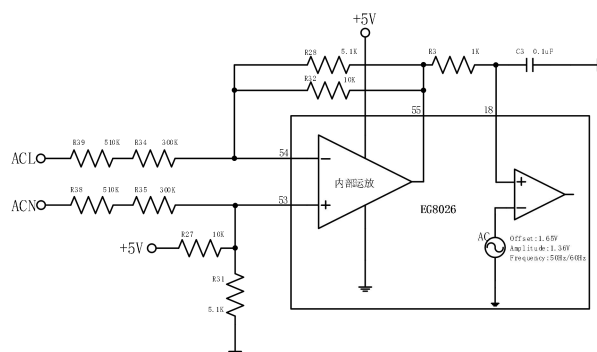
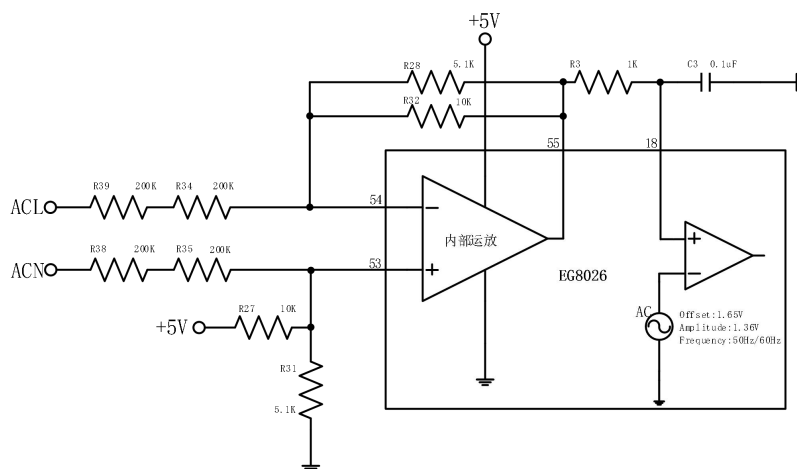

图 8.5a 用于交流 230V 输出电压的反馈原理图
图 8.5b 用于交流 120V 输出电压的反馈原理图
作 PFC 升压时, 输入交流信号经运放衰减和 1.65V 直流偏量叠加后送入到 EG8026 的 18 (18) 脚 VAC_FB 用于输入正弦波形采样, 作为内部电压外环的实际电压输入信号。作 DC/AC 逆变时, EG8026 内部的正弦电压基准为直流偏移量 1.65V+幅值 1.36V 的 50Hz 或 60Hz 正弦波, 通过差分运放衰减和直流偏移量 1.65V 叠加后, 送入到 EG8025 的 18 脚 VAC_FB, 经误差计算后, 然后调整相应的输出电压。具体应用电路图可参考图 8.5a 和图 8.5b。
作 DC/AC 逆变时, 用于 230V 输出电压的计算步骤, 电路结构图如图 8.5a:
第一步、计算直流偏移量：运放输出 $V_{out_DC} = \frac{R_{31}}{R_{27} + R_{31}} \times 5V = 5.1K / 15.1K \times 5V \approx 1.68V$ （参考图 8.5a）
$$V_{out_AC} = \frac{R_{28} // R_{32}}{R_{34} + R_{39}} \times (V_{ACL} - V_{ACN}) \approx \frac{1}{240} \times (V_{ACL} - V_{ACN}) \quad (\text{参考图 8.5a})$$
用于 120V 输出的计算步骤，电路结构图如图 8.5b 的参数：
第一步、计算直流偏移量：运放输出 $V_{out_DC} = \frac{R_{31}}{R_{27} + R_{31}} \times 5V = 5.1K / 15.1K \times 5V \approx 1.68V$ （电阻值参考图 8.5b）
$$V_{out_AC} = \frac{R_{28} // R_{32}}{R_{34} + R_{39}} \times (V_{ACL} - V_{ACN}) \approx \frac{1}{118} \times (V_{ACL} - V_{ACN}) \quad (\text{电阻值参考图 8.5b})$$